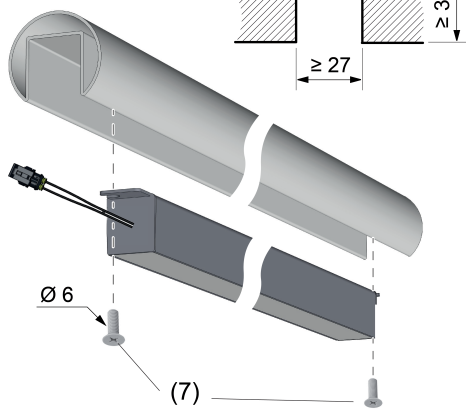

Bild 2: LED-Lichteinsatz montieren
- Im Montagegrund (z. B. Handlauf) eine Nut gemäß Zeichnung vorbereiten (Bild 2).
- LED-Lichteinsatz mit Edelstahlschrauben (7) in der Nut befestigen (Bild 2).